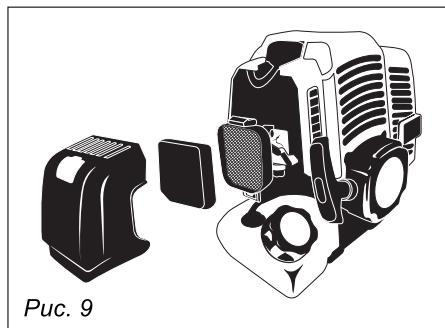

Рис. 9
9.1. Воздушный фильтр (рис. 9)